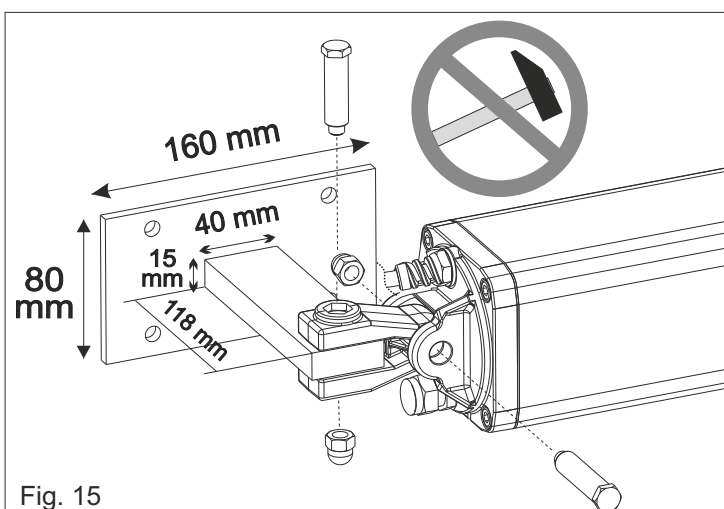

Fig. 15
- Monter la fourche oscillante de l'opérateur sur le support postérieur préalablement fixé sur le portail, à l'aide des deux pivots de fixation (long et court) et fixez-les comme indiqué sur la Fig. 15